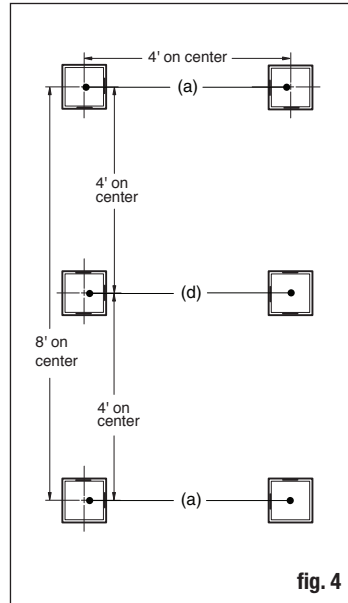

fig. 4
- Align the four corner posts in a rectangle shape approximately 4' x 8' in size, slots facing inward. Place the T-posts in the middle of the 8' sides, with the non-slotted side facing outward (fig. 4).
- Alinea los cuatro postes esquineros en un rectángulo, separados aproximadamente por 1.22 m y 2.44 m, con las ranuras hacia dentro. Coloca los postes en forma de T en el medio de los lados de 2.44 m, con los lados no ranurados hacia afuera (fig. 4).